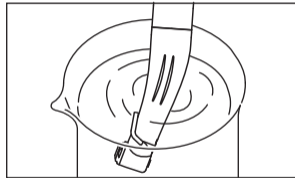

Fig. 6
- 2) Riempire a metà un bicchiere con acqua pulita. Immergere 20mm della testina del manipolo in acqua e azionarlo per circa 15 secondi. (Fig. 6)